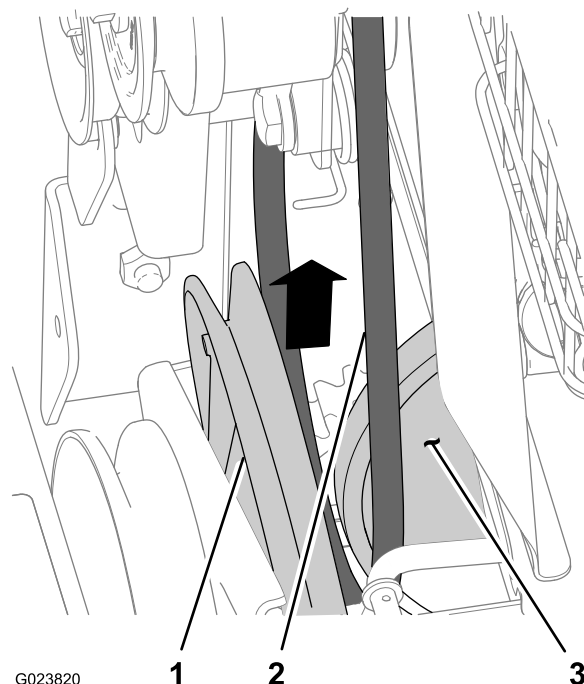

Рисунок 43
- Извлеките ремень тяги из канавки шкива привода тяги и вытяните его вверх между шкивом и фрикционным диском (Рисунок 43).
- Выверните ремень тяги между фрикционным диском и шкивом тяги (Рисунок 43).